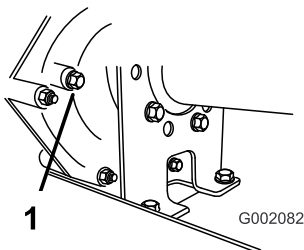

Figura 46
2. Retire el perno del orificio indicador del nivel (Figura 46).